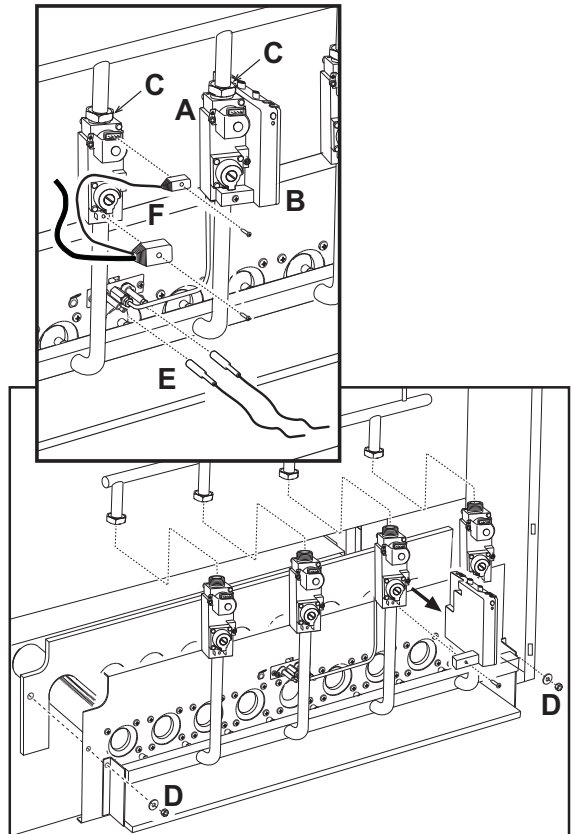

fig. 7 - Desmontaje y limpieza de los quemadores
- Desenroscar los dos tornillos de fijación y extraer la centralita electrónica de control de la llama (B - fig. 7) de la válvula del gas (A - fig. 7).
- Desenroscar los tornillos de fijación y extraer los conectores (F) de las válvulas del gas.
- Desconectar del grupo de electrodos los cables para el encendido y la ionización (E).
- Desenroscar las tuercas que fijan el tubo de entrada de gas en posición previa a las válvulas del gas (C - fig. 7).
- Desenroscar las dos tuercas que fijan la puerta de la cámara de combustión a los elementos en fundición de la caldera (D - fig. 7).